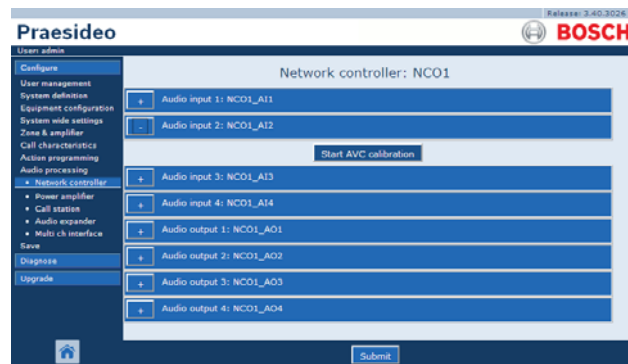

рисунок 50.2: Кнопка калибровки AVC
- 9 Перейдите на страницу *Audio processing* аудиовхода, к которому подключен чувствительный микрофон. Отобразится экран, подобный экрану, изображенному на рисунок 50.2.